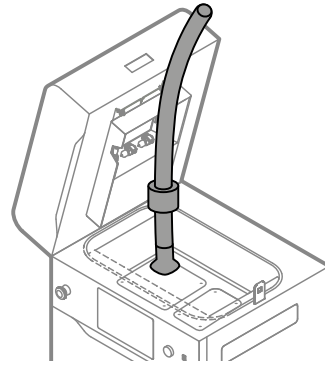

Abb. 12.37 Sauge das Pulver aus dem Feed Bed.
18. Saug das Pulver aus dem Feed Bed. Verwende geeignete Düsen (Abb. 12.37).